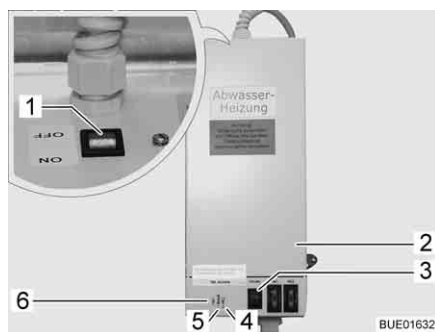

Fig. 243 Trasformatore con apparecchio di regolazione
Il trasformatore 230 V AC/12 V DC (Fig. 243,2) è montato, a seconda del modello, nell'armadio guardaroba o nella cassapanca della dinette.
- La spia di controllo (Fig. 243,5) diventa verde: Regolatore in funzione.
- Le spie di controllo (Fig. 243,4 e 6) diventano rosse: Le tubazioni delle acque grigie vengono riscaldate.
Nell'involucro è incorporato un pulsante di prova (Fig. 243,3) che consente di mettere in funzione brevemente l'apparecchio di regolazione. La pressione sul pulsante di prova consente di testare il funzionamento del riscaldamento anche quando la temperatura ambiente è superiore a 5 °C.
- Posizionare su "ON" l'interruttore (Fig. 243,1) sul trasformatore (Fig. 243,2).
- Posizionare su "OFF" l'interruttore (Fig. 243,1) sul trasformatore (Fig. 243,2).